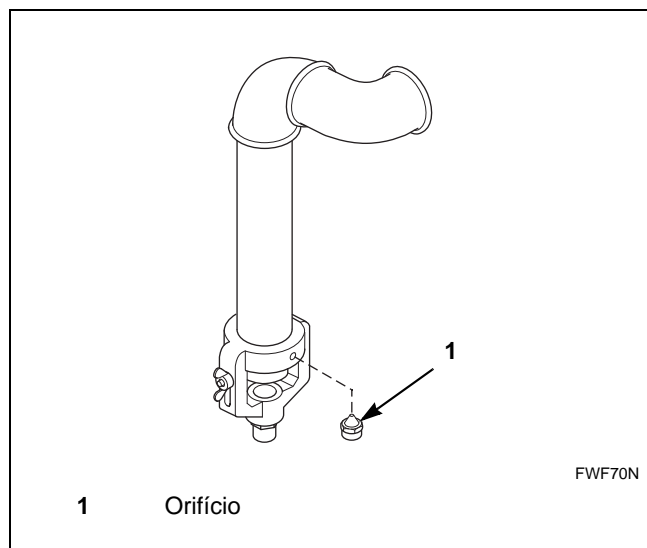

Figura 9
3. Use uma chave inglesa para remover o orifício principal. Consulte *Figura 9*.